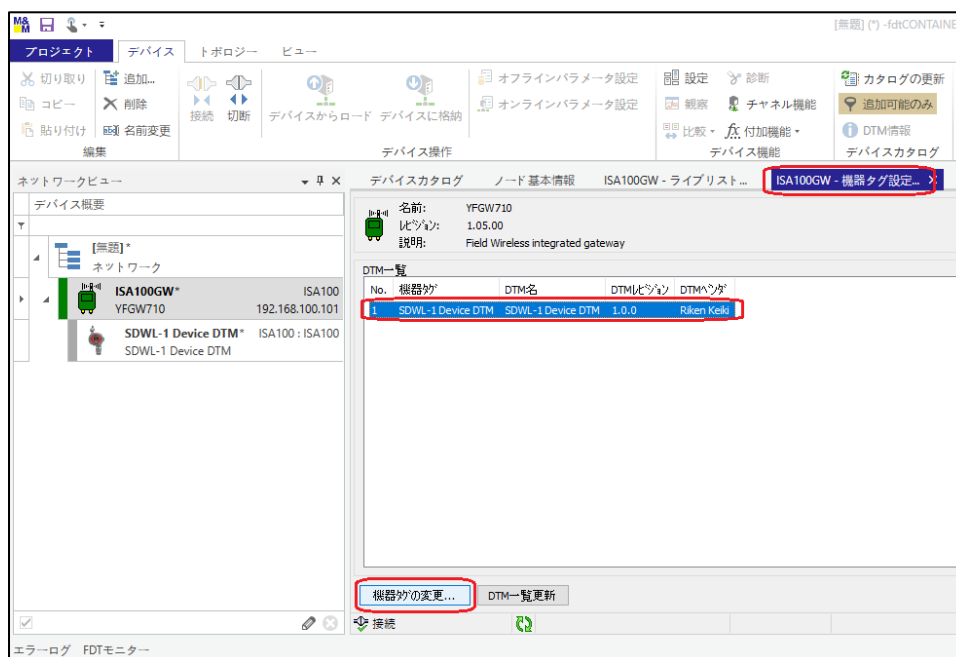

図 5-48 DTM 一覧 (機器タグを変更する DTM の選択)
- ⑩ 「ISA100GW # 機器タグ設定」タブのDTM 一覧から該当するSDWL-1 を選択し、「機器タグの変更」を選択します。(図 5-48)